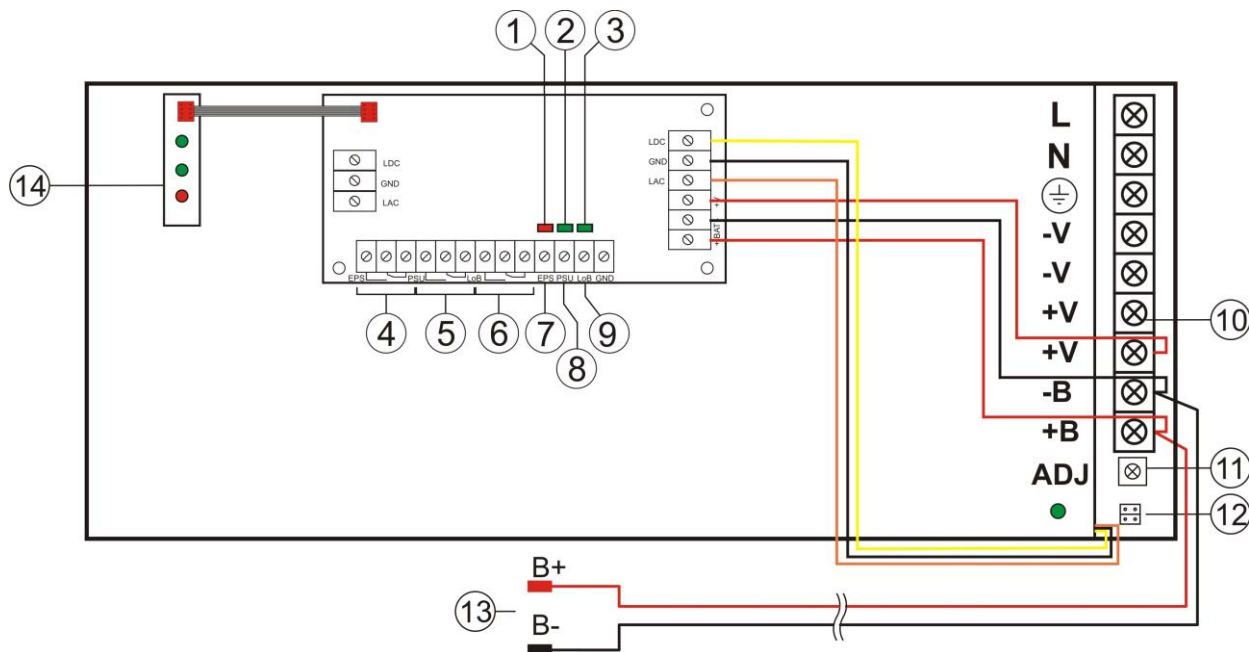

Abb. 2. Ansicht des Netzteilmoduls.
1.3 Beschreibung der Elemente und Verbindungen des Netzteils (Tab. 1, Abb. 2)
Tabelle 1. Elemente des Netzteilmoduls (siehe Abb. 2).
- rote LED-Diode (Abb. 2, Element 1) im Normalbetrieb (AC-Versorgung) leuchtendes Licht. Beim Fehlen der AC-Stromversorgung wird die LED-Diode ausgeschaltet.
- grüne LED-Diode (Abb. 2, Element 2) signalisiert über den Stand der DC-Versorgung am Ausgang des Netzteils. Im Normalbetrieb (DC-Versorgung) leuchtendes Licht. Im Falle von Kurzschluss und Überlastung wird die Diode ausgeschaltet.
- grüne LED-Diode (Abb. 2, Element 3) signalisiert über den Stand der Spannung des Akku. Im Normalbetrieb ($U_{BAT} > 23V$) leuchtendes Licht, im Falle von Senkung der Spannung des Akkus ($U_{BAT} < 23V$) wird die Diode ausgeschaltet.